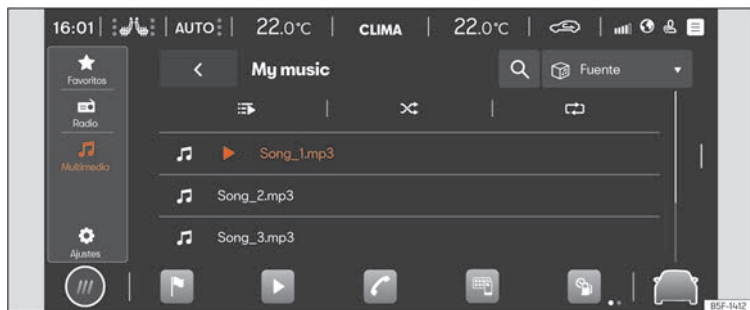

Fig. 159 Representación esquemática: Vista Multimedia
- Pulse ► > 🎵 ►►► **fig. 159**.